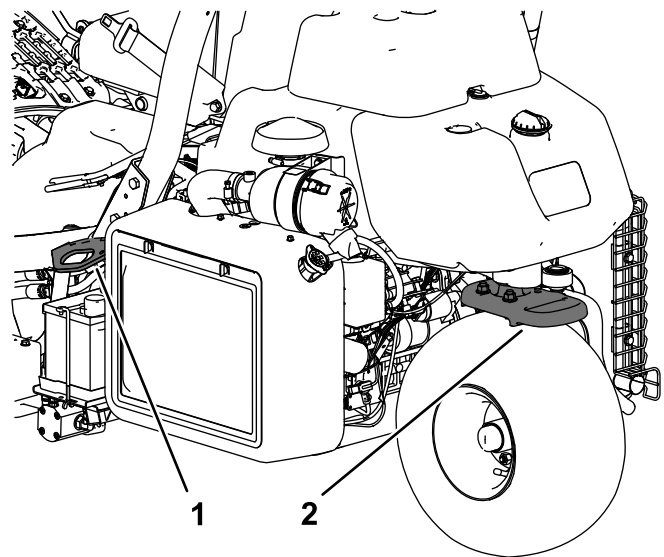

Figura 25
- Fissate saldamente la macchina con cinghie, catene, capi o corde. Le cinghie anteriori e posteriori dovranno essere rivolte verso il basso e all'esterno rispetto alla macchina (Figura 25).